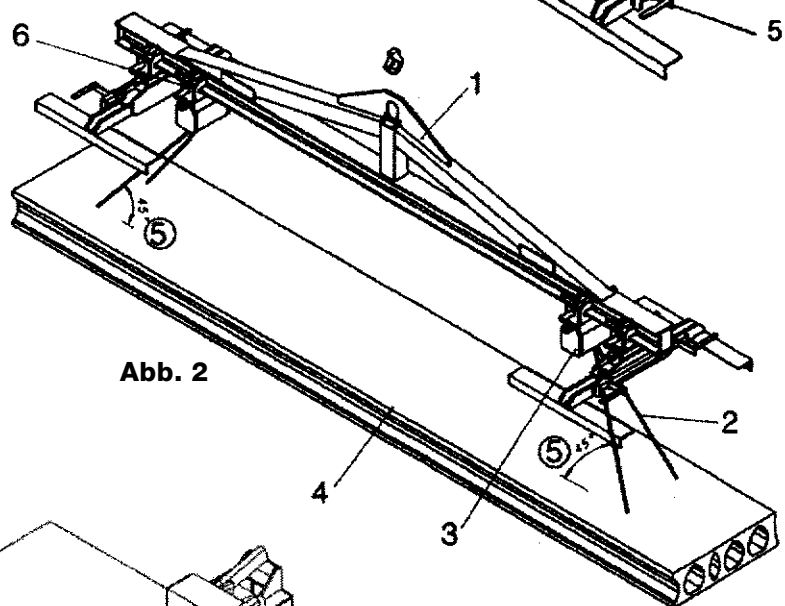

Abb. 2
- Achten Sie darauf, dass der Winkel der Kette mit der Senkrechten 45° nicht überschreitet (Abb. 2, Seite 3).